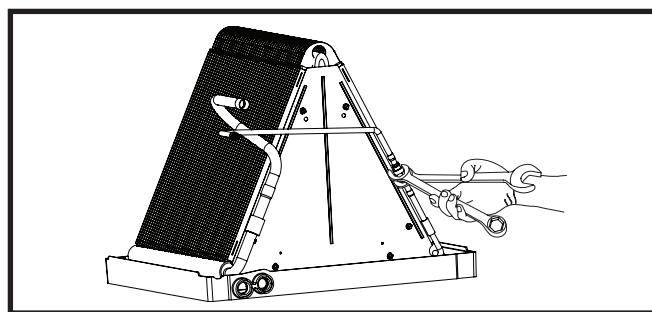

Figure 2. Desserrment de l'écrou et du boîtier du distributeur
- À l'aide de deux clés, desserrez l'écrou et le boîtier du distributeur tel que montré dans la Figure 2. Tournez l'écrou de l'assemblage dans le sens contraire aux aiguilles d'une montre jusqu'à ce que les deux moitiés de l'orifice se séparent.